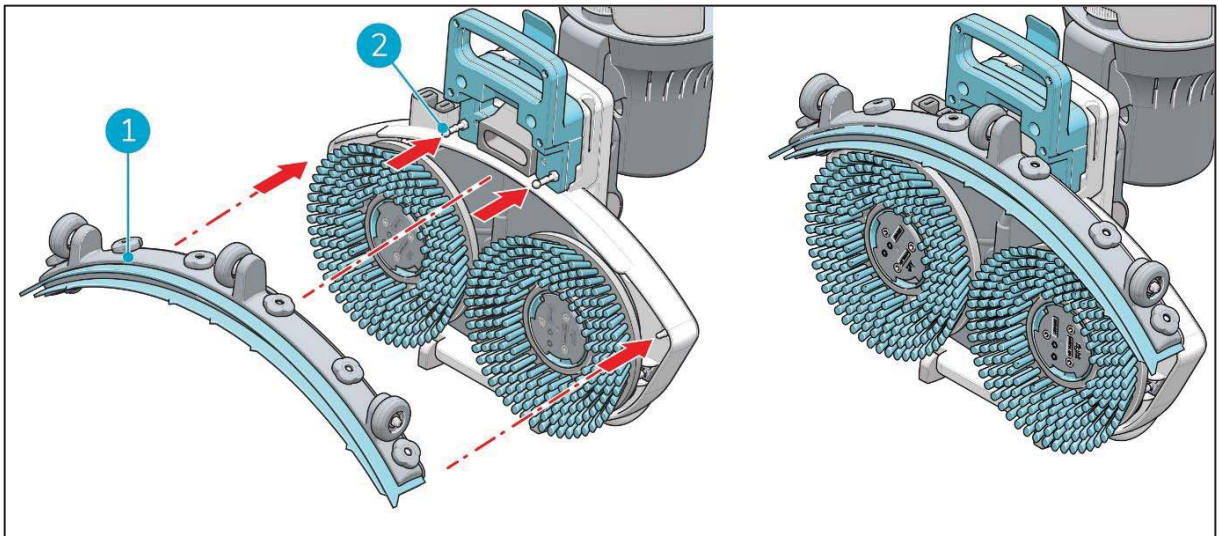

Figure 27
2. Alignez les griffes du plateau de brosse (Figure 27, pos 2) avec les trous de la raclette (Figure 27, pos 1).